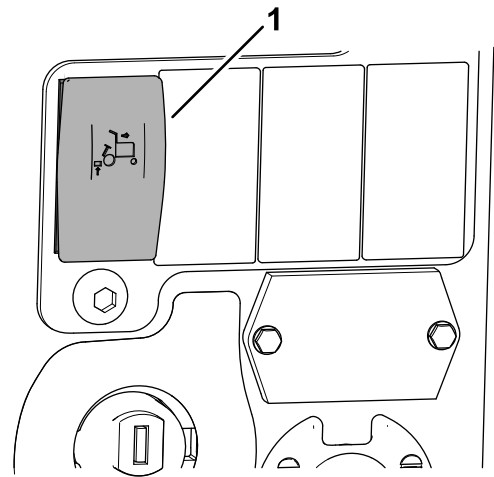

Bild 7
- Um die automatische Hubbegrenzung im Rückwärtsgang zu aktivieren, betätigen Sie die Oberseite des Schalters für die automatische Hubbegrenzung im Rückwärtsgang (**Bild 7**).